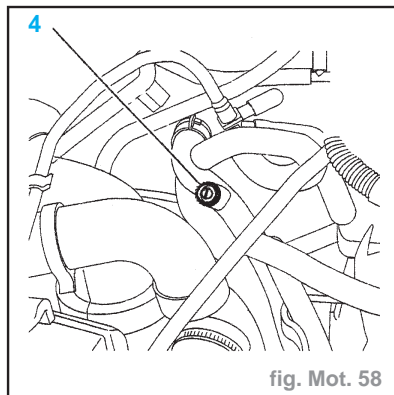

fig. Mot. 58
- Ouvrir la vis de purge (4) (fig. Mot. 58).